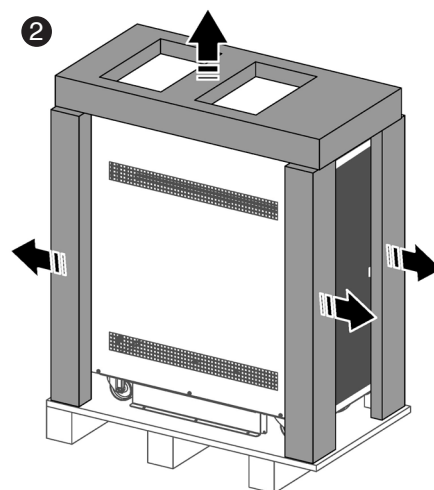

Fig. 22. Retrait des cantonnières et du couvercle en plastique.
- 2 Retirez les cantonnières et le couvercle en plastique (Fig. 22).